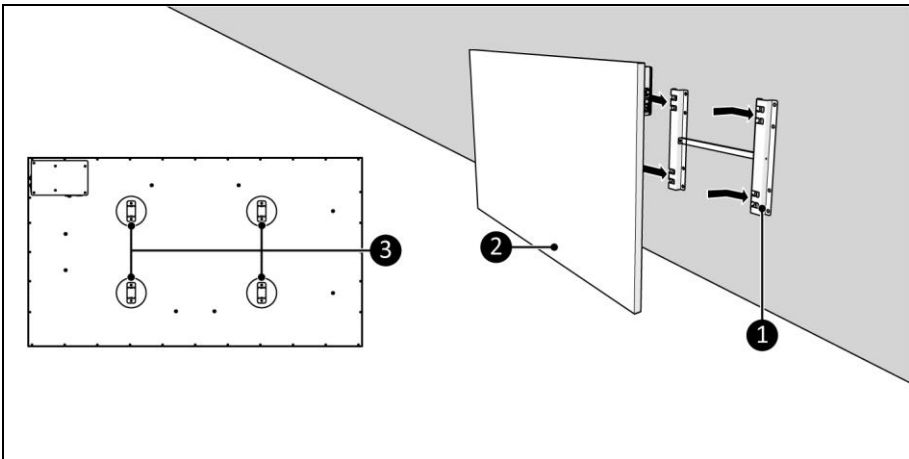

Abbildung 11
5. Platzieren Sie die Gerätehalterungen (Abbildung 11, Pos. 3) über die Wandhalterung (Abbildung 11, Pos. 1).
6. Lassen Sie das Gerät (Abbildung 11, Pos. 2) in die Öffnungen der Wandhalterung gleiten (Abbildung 11, Pos. 1).